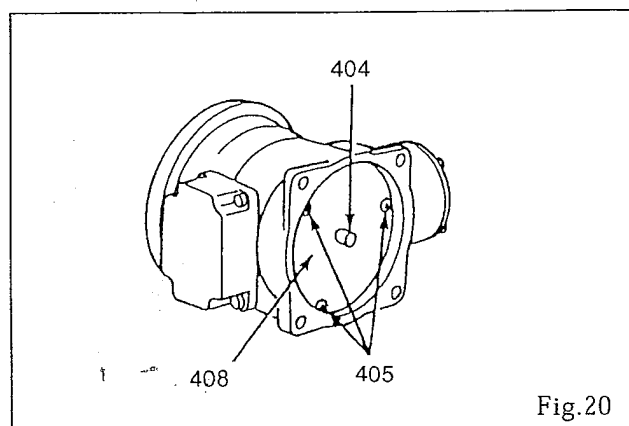

Fig.20
- (1) ピス (405) 3本を取り外してください。
カップリング (404) を手で水平に引き出しますと、変換歯車部一式 (408) が出てきます。このときノックピンがきいていますので傾きますが無理に引き出さないでください。(Fig.20)